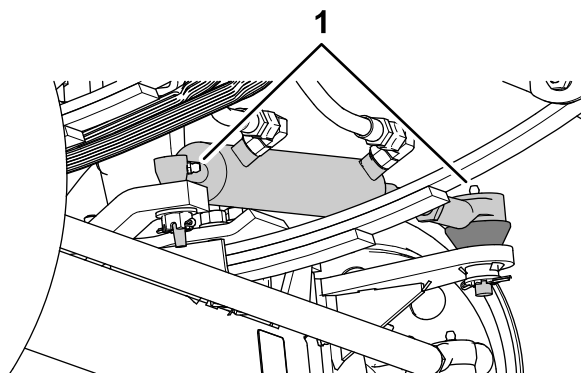
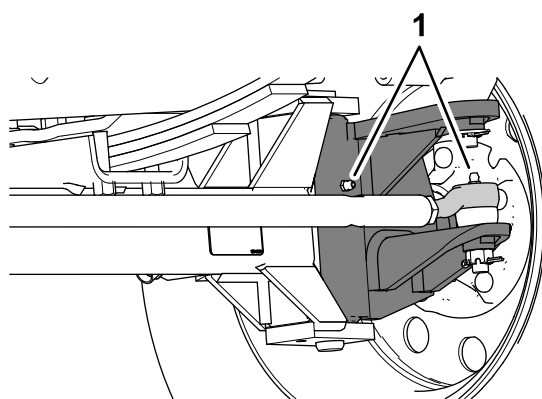

図 71
図 72
1. グリスフィッティングをウェスできれいに拭く 図 71 と 図 72。
2. グリスフィッティングにグリスを注入する 図 71 と 図 72。
注 グリスアップ箇所を 図 71 に示します。